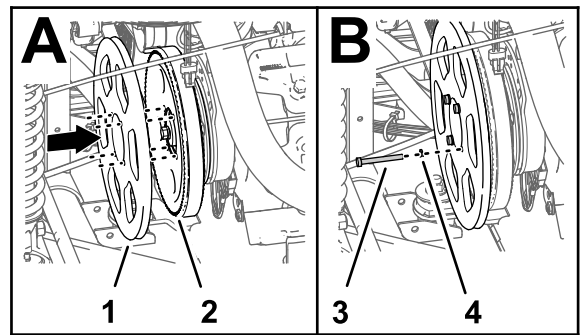

Figure 179
4. Alignez les trous de la poulie d'alternateur (kit) et les trous de la poulie de la pompe de pulvérisation (Figure 179).